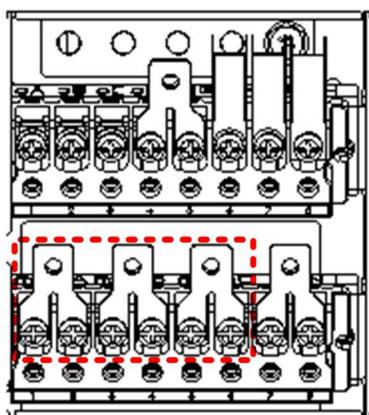

Figura 8-16 Entrada trifásica y salida monofásica, configuración de entrada común (1)
a) Retire las tres barras de cobre de cortocircuito de los terminales de entrada del rectificador mA, mB y mC; consulte la Figura 8-16.